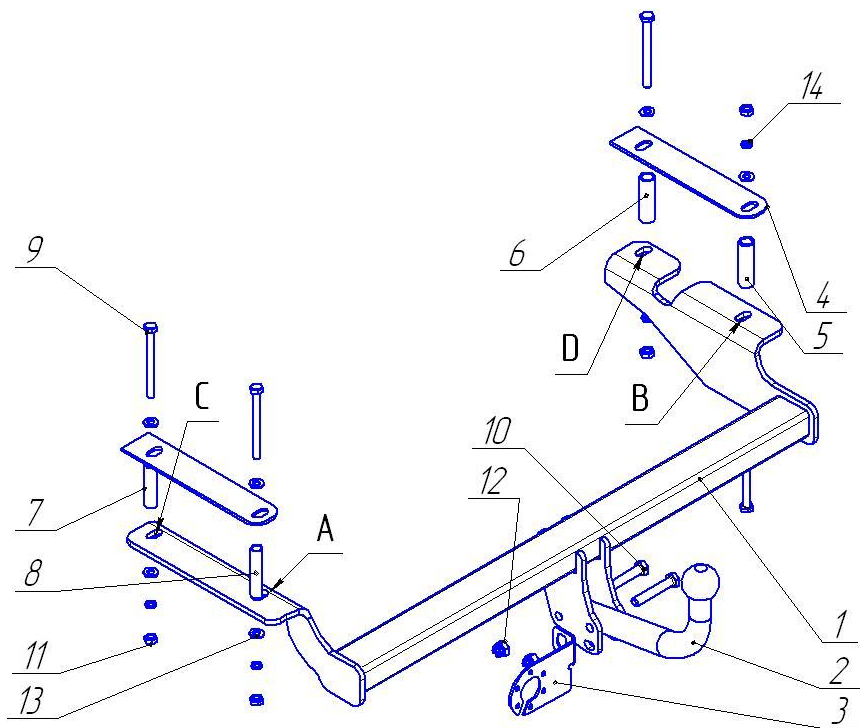

Рис.1 Установка на автомобиль
- Совместить отверстия А и В (рис.1) на кронштейнах ТСУ с имеющимися в лонжеронах автомобиля отверстиями и по отверстиям С и D на кронштейнах ТСУ просверлить сквозные отверстия Ø11мм в лонжеронах автомобиля;
- Закрепить ТСУ поз.1 (рис.1) к автомобилю крепежными элементами поз.9,11,13,14 с дистанционными втулками поз.5,6,7,8 (**ВНИМАНИЕ!!! Установка ТСУ без дистанционных втулок может привести к деформации элементов кузова автомобиля при монтаже и их разрушению при эксплуатации**);